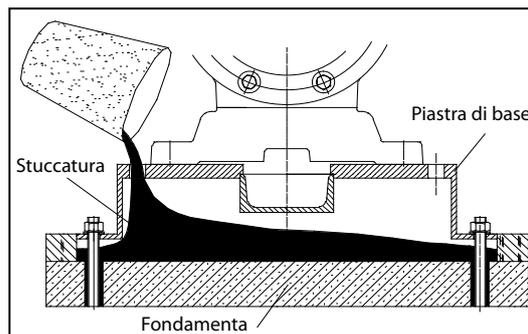

Figura 4.1 - Stuccatura
1. Dopo la stuccatura, fissare i manicotti del tubo e regolare leggermente il bullone di ancoraggio per farlo corrispondere ai fori dei bulloni sulla piastra di base (vedere Figura 4.1).